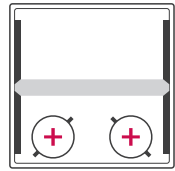

Рис. 5 - Правильное положение установленных элементов питания
- 5) Замените оба элемента питания пульта (CR2032), плюсовой контакт батарейки должен находиться сверху, как изображено на рис. 5.